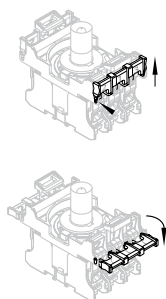

図10
1. 接点キャリアの取付フランジからの取り外し（図10参照）：ネジ廻しを取付フランジの固定部に挿入して下さい。ネジ廻しを接点エレメント方向に軽く動かすことによって、ラッチの突起部が外部方向へ押されます。それにより、接点キャリアは取付フランジより外れます。反対側でも繰り返して下さい。